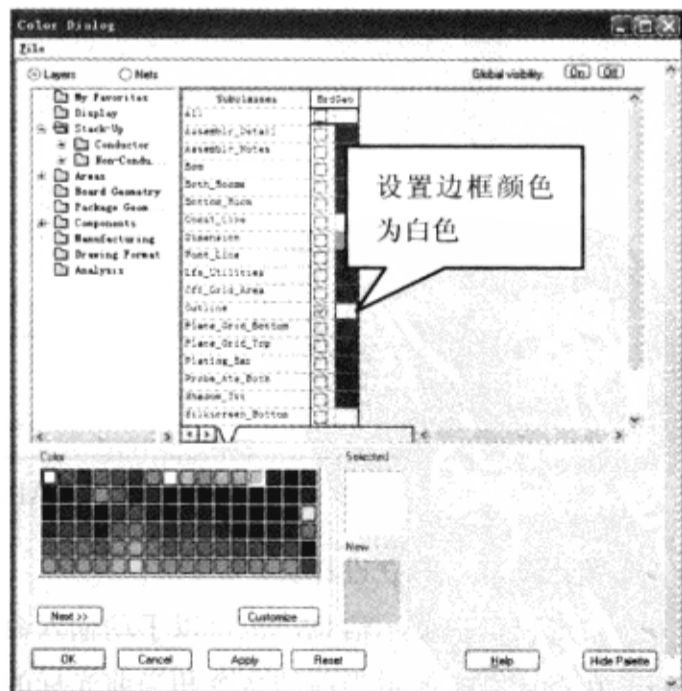

图 2-5-6 设置 Outline 为白色
(6) 依照同样的方法，将“Board Geometry”栏中的“Outline”后面的颜色框设置为白色，如图 2-5-6 所示。